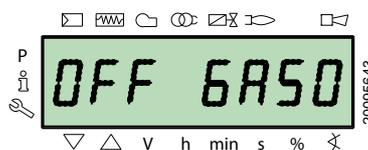

Fig. 45
- Fioul domestique « **OFF GASO** » (Fig. 45).